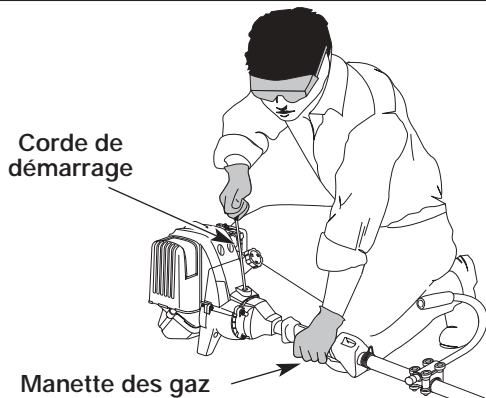

Fig. 10
- L'appareil étant prêt à démarrer (Fig. 10) et le levier en position d'étranglement **MAXIMUM (A)**  tirez brusquement sur la corde de démarrage 5 fois. Si le moteur essaie de démarrer avant la cinquième fois, passez à l'étape 8.
- L'appareil étant en position de démarrage (Fig. 10), tirez brusquement sur la corde jusqu'à ce que le moteur démarre.
- Après le démarrage du moteur, mettez le levier en position **MARCHE (C)**  et laissez tourner à pleins gaz pendant 30 secondes, et jusqu'à celui (1) la minute dans les températures au dessous de 40° F (4°C).
- Relâchez la manette des gaz (Fig. 10). Laissez le moteur tourner au ralenti.